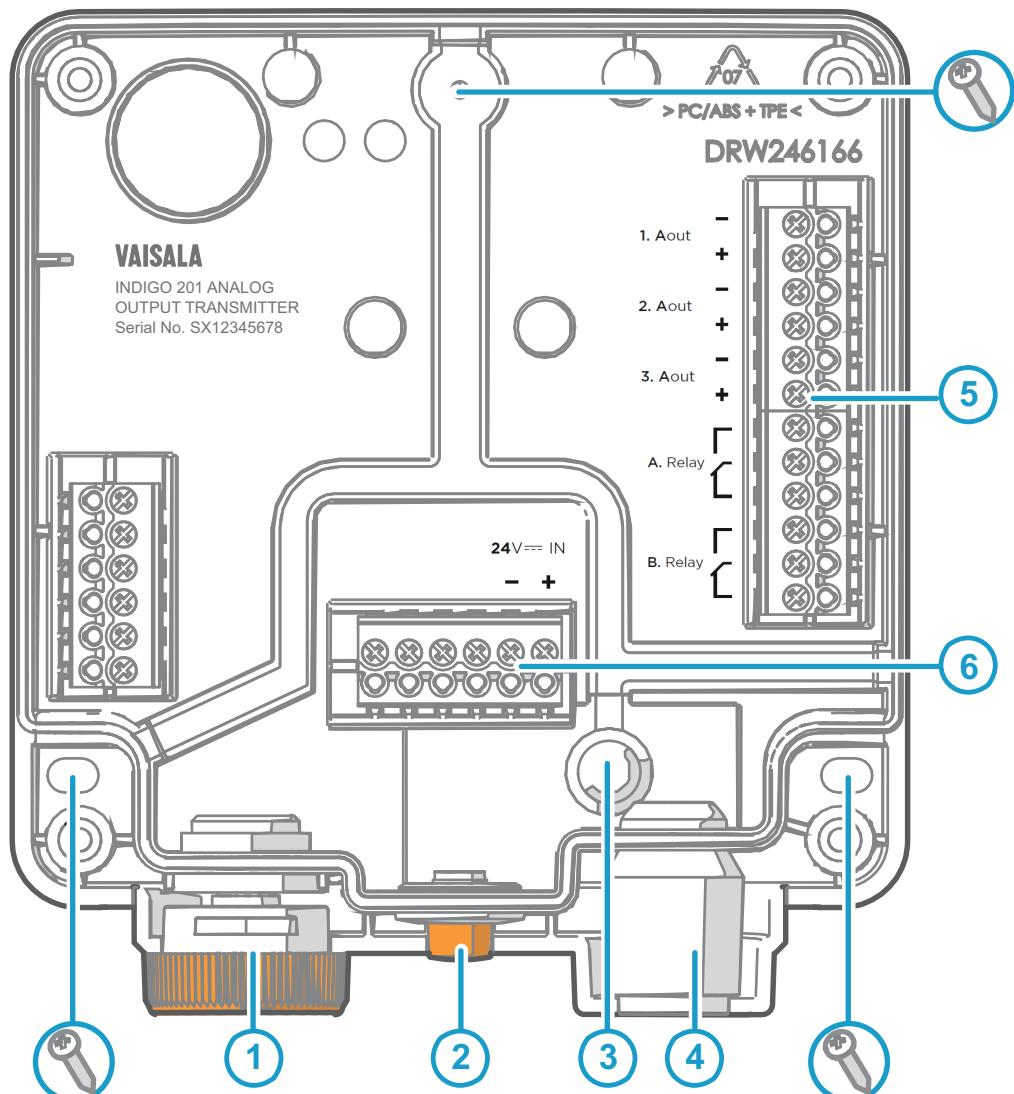

Figura 11 Piezas principales y posiciones de tornillos de la base del transmisor Indigo 201
- 4. Coloque la base del transmisor en la superficie de instalación y móntela con 3 tornillos. Consulte las posiciones del tornillo en Figura 11 \(página 19\).